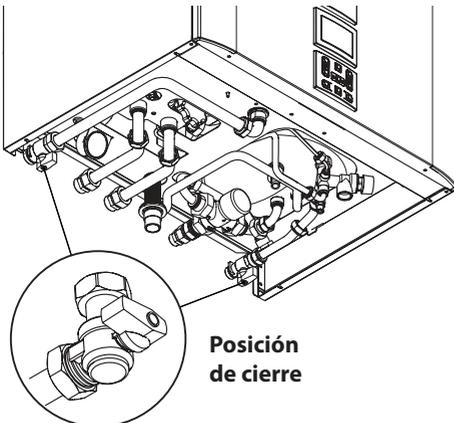

Figura 2.29
- Cierre las llaves de la caldera Figura 2.29;